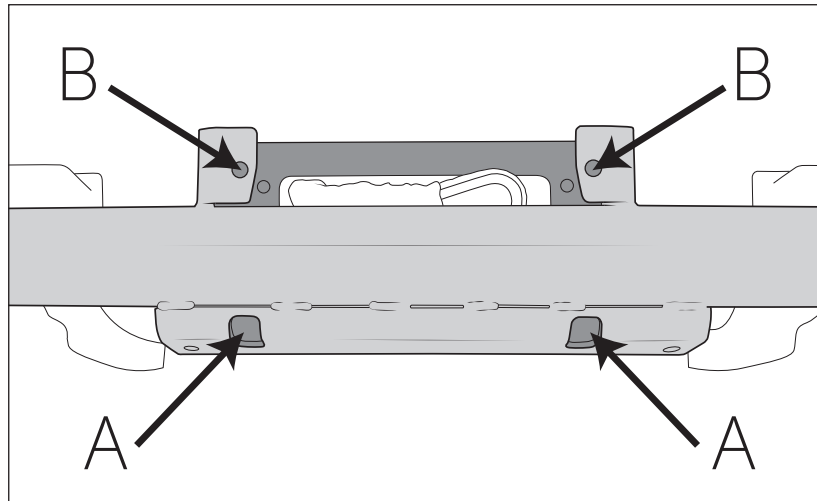

Figure 17
12. Install winch body (fig. 17).